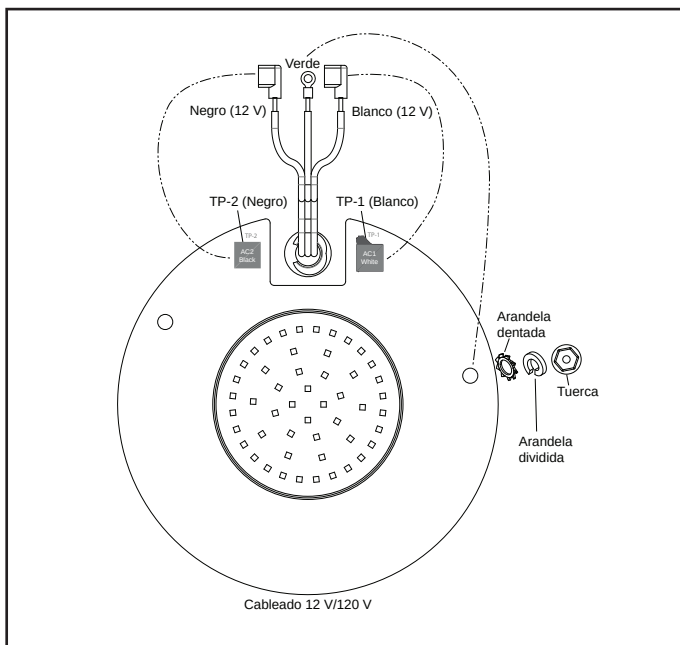

**Figura 8. Reemplazo y cableado de emisor de luz (PCB) grande**
3. Extraiga tres (3) tuercas y sus arandelas.
6. Coloque la placa LED y la placa de controlador de iluminación nuevas en la lámpara con la orientación que se muestra en la Figura 8.
7. Sujete las placas nuevas con tres (3) arandelas, arandelas divididas y tuercas. Aplique 12 libras pulgada de fuerza de torsión.